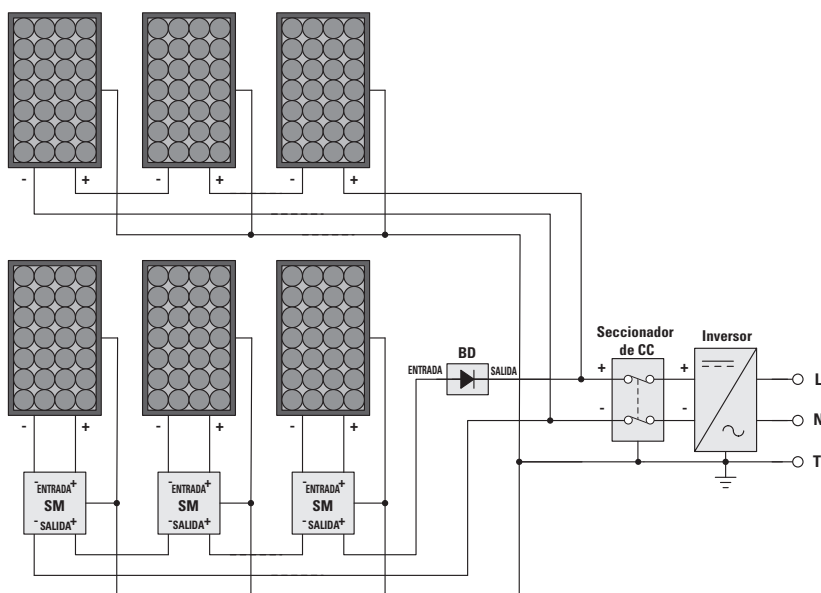

Figura 9. Diagrama de cableado PV simplificado, incluidos los optimizadores y diodo de bloqueo SolarMagic
Para simplificar la instalación, los optimizadores de energía SolarMagic (SM) para la(s) cadena(s) ayudada(s) deben ser sujetos a la estantería y pre cableados antes de instalar los paneles PV (**Figura 9**). Los optimizadores de energía son conectados en serie con la salida positiva del optimizador de energía más positivo conectando a la entrada del diodo de bloqueo (BD). El propósito del diodo de bloqueo y las instrucciones para su instalación se explican en una sección posterior. La salida del diodo de bloqueo se conecta a una caja combinadora de múltiples cadenas o seccionador de CC; el seccionador de CC (disyuntor de circuito) puede estar integrado dentro del inversor. De forma similar, la salida negativa del optimizador de energía más negativo es la línea de retorno a la entrada negativa de una caja combinadora de múltiples cadenas o seccionador de CC.
El diodo de bloqueo está diseñado para bloquear el flujo inverso de corriente, permitiendo que la corriente fluya solamente en una dirección y desconectando el circuito si la corriente intenta fluir en la dirección opuesta. Debido a la interacción, las cadenas con optimizadores de energía SolarMagic™ instalados –también mencionadas como cadenas ayudadas– presentarán niveles variables de tensión durante las horas de producción de energía. Se debe instalar un solo diodo de bloqueo en cada cadena ayudada para proteger contra daños a los optimizadores de energía SolarMagic. Consulte la **Figura 9** para la colocación apropiada del diodo de bloqueo (BD).